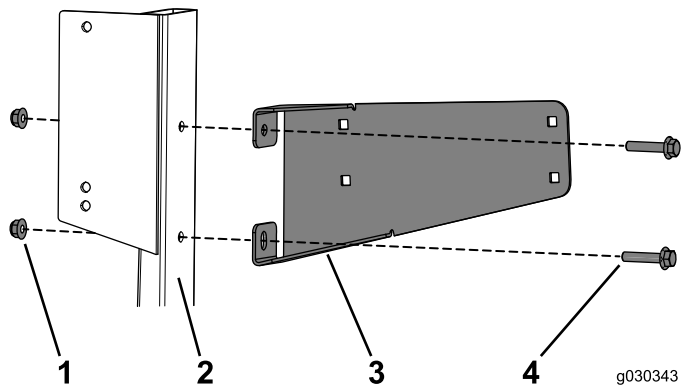

Figura 30
1. Fixe a montagem do depósito à montagem do tubo no compartimento do motor utilizando os 2 parafusos de cabeça flangeada (5/16 x 1-1/2 pol.) e as 2 porcas flangeadas (Figura 30).